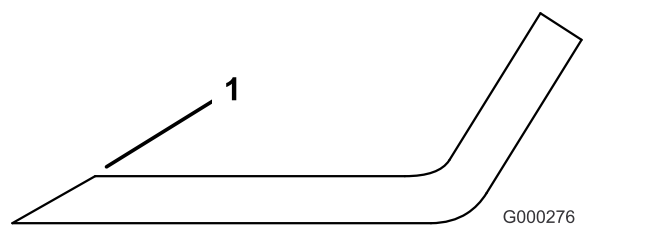

Рисунок 92
3. Проверьте режущие кромки всех ножей и заточите их, если они затупились или имеют зазубрины (Рисунок 92).
Примечание: Чтобы ножи всегда оставались острыми, затачивайте только верхнюю сторону режущей кромки и сохраняйте первоначальный угол заточки (Рисунок 92). Балансировка ножа не нарушается, если с обеих режущих кромок удаляется одинаковое количество материала.